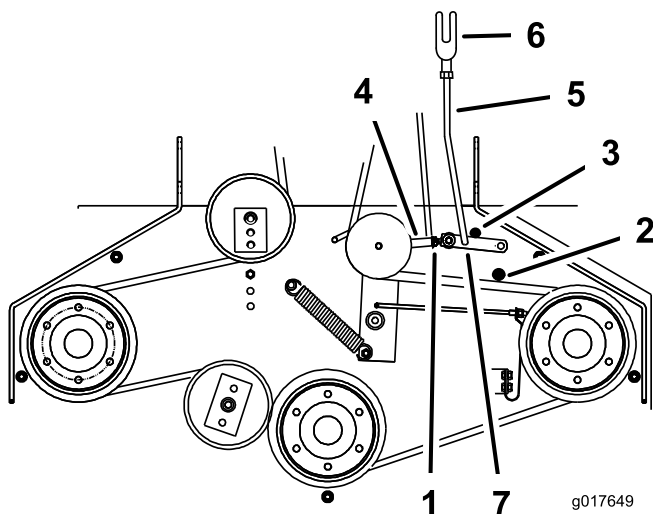

Figura 49
8. Para ajustar el acoplamiento del brazo, retire el pasador de horquilla del brazo (Figura 49).
11. Instale el acoplamiento en el brazo y sujételo con el pasador de horquilla (Figura 49).